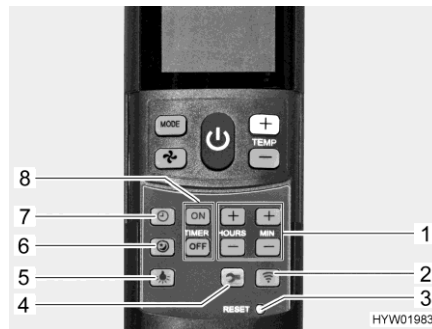

Bild 139 Fjärrstyrning med inställningsknappar (klimatanläggning)
- Koppla in tyst körning:** ■ Tryck på knappen för tyst körning (Bild 139,6). I kyl drift går fläkten med ett lägre varvtal och blir då mycket tystare.
- Inställning av tid:** ■ Tryck på knappen för klocka (Bild 139,7).
■ Ställ in timme och minuter med knapparna (Bild 139,1).
- Programmera starttid:** ■ Tryck ner knapp "ON" (Bild 139,8).
■ Tryck på knapparna för tidsinställning (Bild 139,1) tills önskat tidsintervall fram till start nås.
■ Tryck ner knapp "ON" (Bild 139,8).
- Programmera sluttid:** ■ Tryck ner knapp "OFF" (Bild 139,8).
■ Tryck på knapparna för tidsinställning (Bild 139,1) tills önskat tidsintervall fram till urkoppling nås.
■ Tryck ner knapp "OFF" (Bild 139,8).
- Koppla ur timern:** ■ Tryck ned knappen "ON" eller "OFF" (Bild 139,8) en gång till.
- Slå på belysningen:** ■ Tryck på knappen för belysning (Bild 139,5). Belysningen kopplas in med det senast använda dimningsnivån.
- Dimma belysningen:** ■ Tryck in knappen för belysning (Bild 139,5) och håll den intryckt tills önskad ljusstyrka uppnås.
- Slå av belysningen:** ■ Tryck på knappen för belysning (Bild 139,5).
- ▷ Setup knappen (Bild 139,4) har uppgiften att ansluta fjärrstyrningen med klimatanläggningen vid den första idrifttagningen.